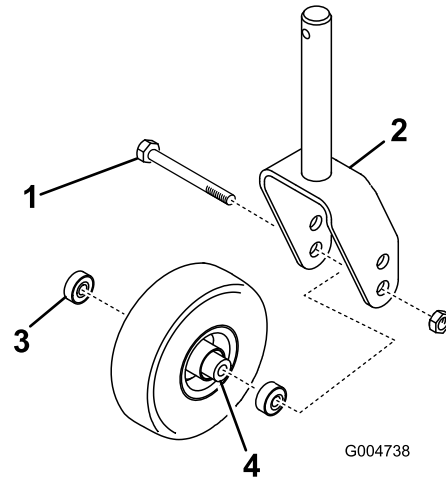

Figura 28
1. Togliete il dado di bloccaggio dal bullone che fissa la rotella orientabile alla forcella (Figura 28). Afferrate
2. Togliete il cuscinetto dal mozzo della ruota e lasciate cadere il distanziale del cuscinetto (Figura 28). Togliete il cuscinetto dalla parte opposta del mozzo della ruota.